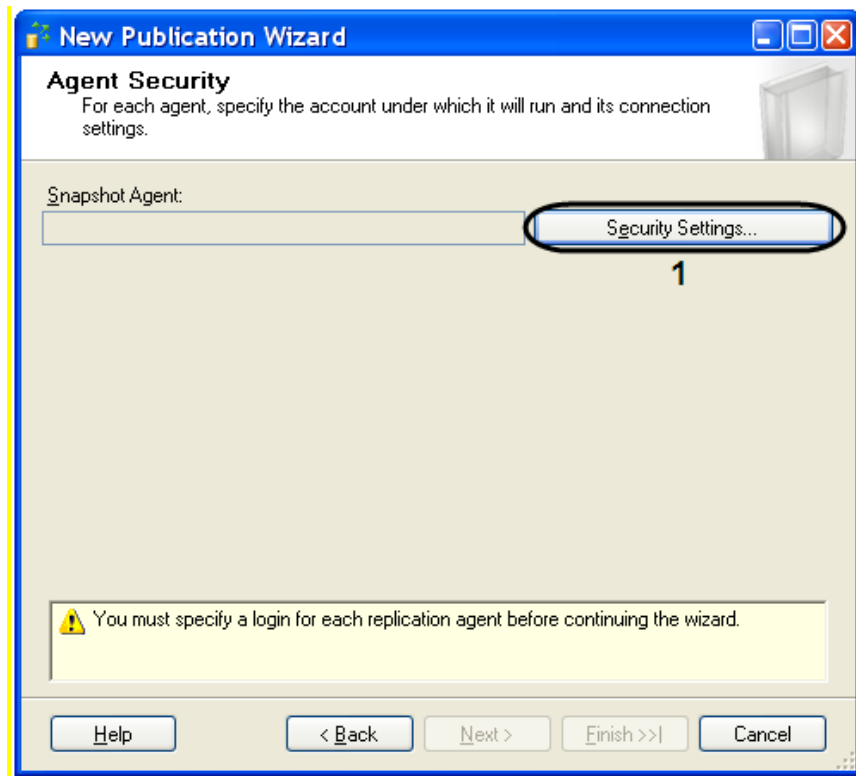

Fig. 9.3-8 Agent Security
- 10.10. Got to the Snapshot Agent tab «Agent Security» and click the «Security settings» button (Fig. 9.3-8, 1).